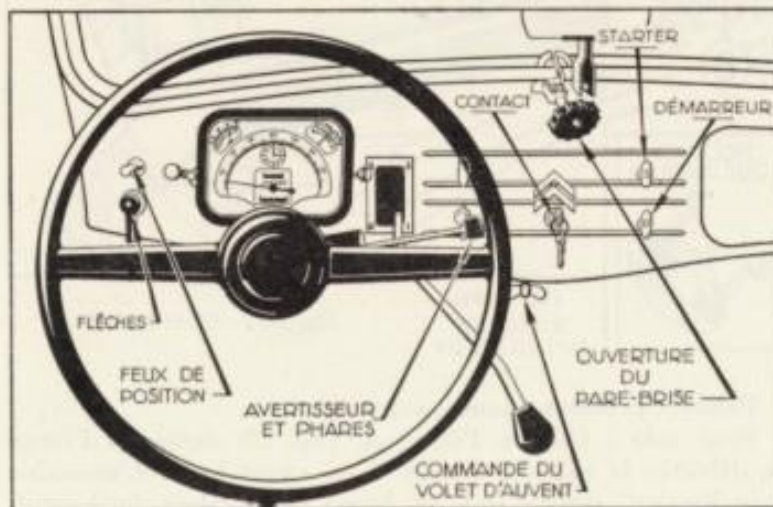

Fig. 11. — TABLEAU DE BORD
a) Ouvrez votre pare-brise en vissant le bouton (fig. 11).
- b) Ouvrez le volet d'auvent en dévissant le papillon (fig. 11) ;